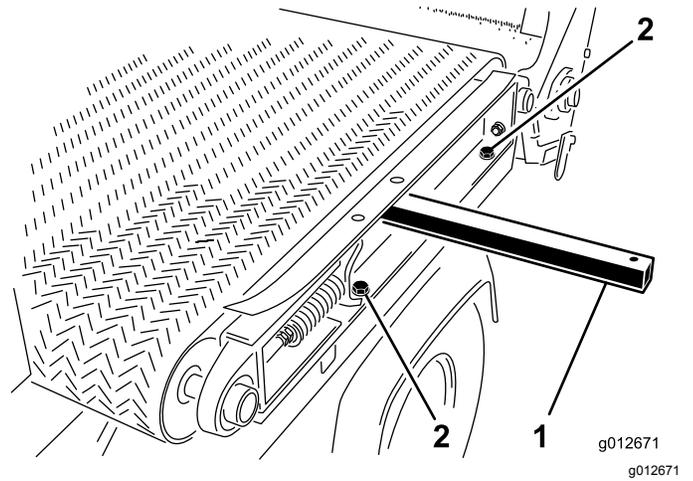

图28
5. 在机器左侧卸下将滑行机架轨道固定至左挡泥板上的2个平头螺丝和2个垫圈图28。
1. 将提升杆插入滑行机架轨道左侧的孔中提起提升杆以轻微倾斜机架轨道请参阅 拆除滑行滚道 \(页码 18\) 中的图28。